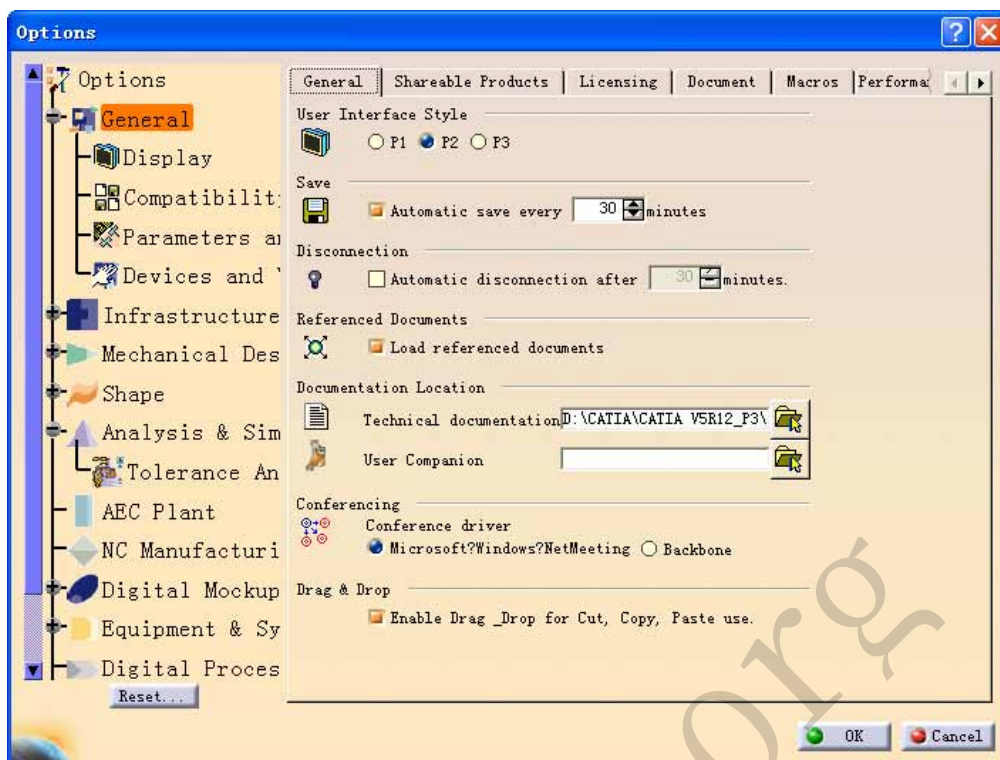

图 1-1 环境设置对话框
CATIA V5 环境参数的设置主要在 Options 里面实现。通过菜单操作 Tools→Options 打开设置对话框，如图 1-1 所示。
- (1) General 选项卡如图 1-1 所示。